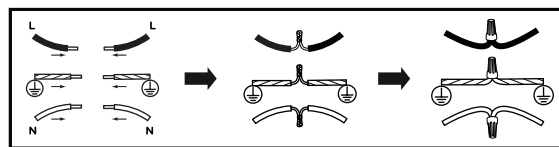

Fig. 11
- Insérez les extrémités torsadées dans un connecteur de fil et tournez le connecteur de fil jusqu'à ce qu'il soit bien serré (Fig. 11).
- Avec ce réglage, le ventilateur tourne en sens horaire. Utilisez cette fonction en saison d'hiver pour faire circuler l'air chaud (voir fig. 11).